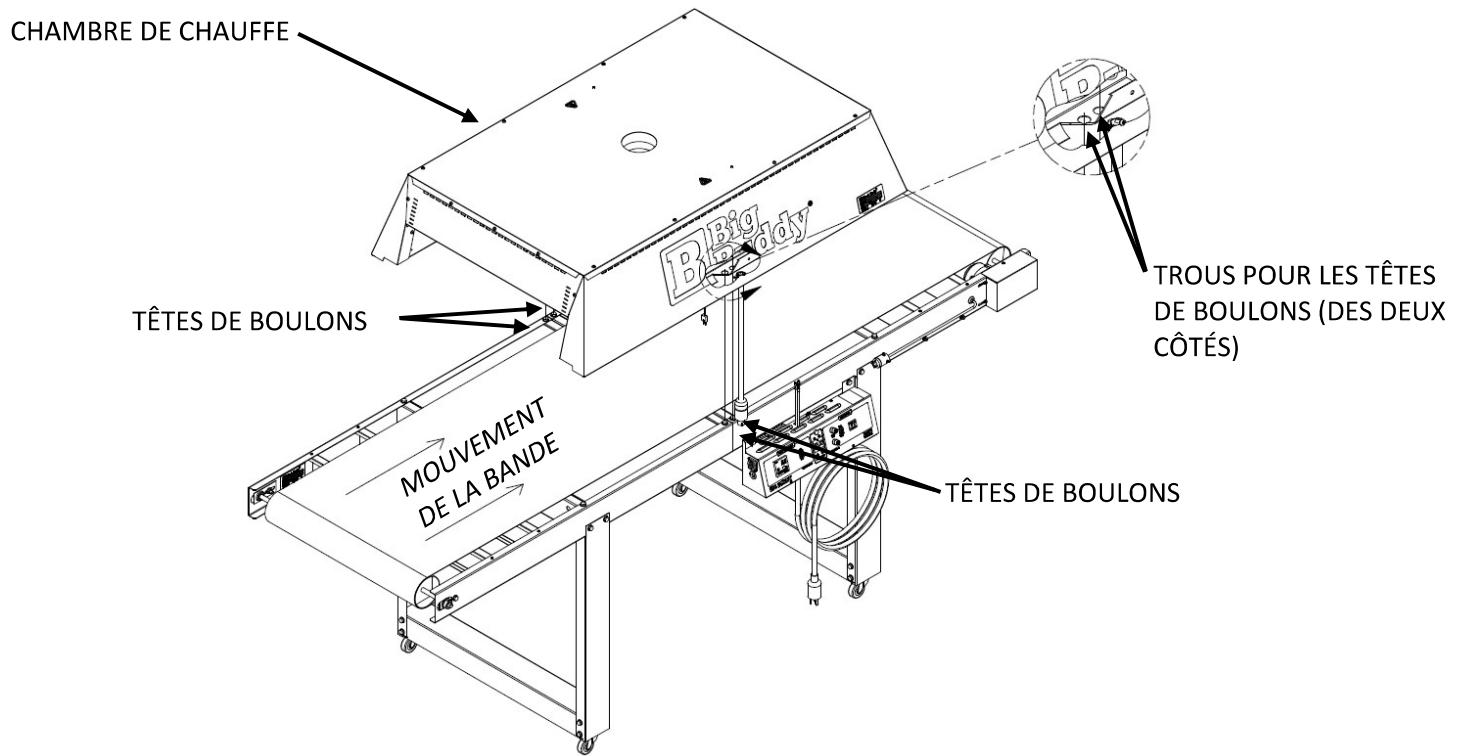

Figure 7
1. À l'aide de deux personnes, installez la **CHAMBRE DE CHAUFFE** sur le **CONVOYEUR** (voir Figure 7). Le **CORDON** de la **CHAMBRE DE CHAUFFE** doit se trouver du même côté du **CONVOYEUR** que le **PANNEAU DE COMMANDE**.
2. La **CHAMBRE DE CHAUFFE** possède des **TROUS** sur les rails inférieurs qui s'adaptent aux **TÊTES DE BOULONS** (voir vue agrandie, Figure 7). La **CHAMBRE** doit reposer à plat sur le **CONVOYEUR**.